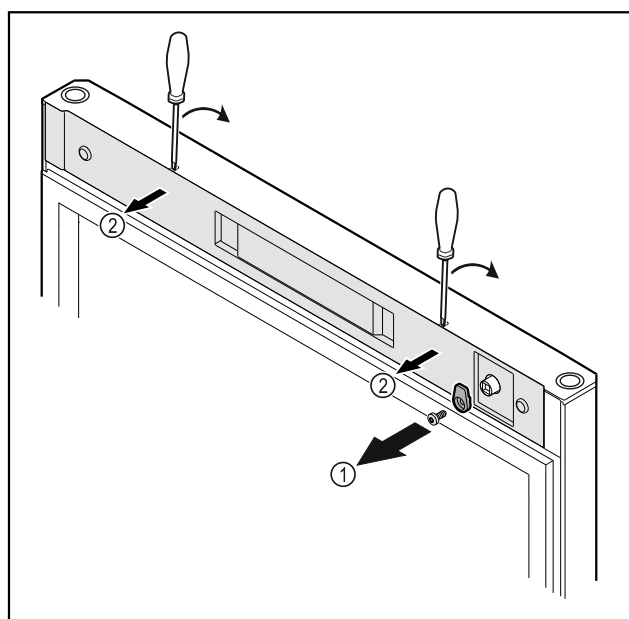

Fig. 10
- Schließhaken Fig. 10 (1) abschrauben.
- Abdeckung Fig. 10 (1) mit einem kleinen Schraubendreher austrasten und abnehmen.